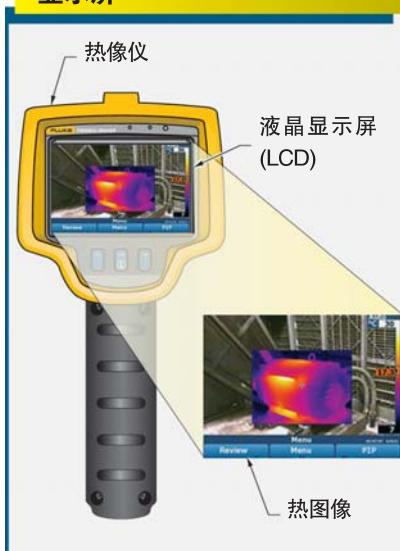

图 1-5. 热图像显示在热像仪上的液晶显示屏 (LCD) 上。
**显示屏。**热图像显示在热像仪的液晶显示屏 (LCD) 上。LCD 显示屏必须足够大，而且足够清晰，以便在各种场合的不同光线条件下轻松查看图像。此外，显示屏通常还会提供其它信息，例如电池电量、日期、时间、目标温度 (以 °F、°C 或 °K 为单位)、可见光图像以及与温度有关的色谱键。**参见图 1-5。**